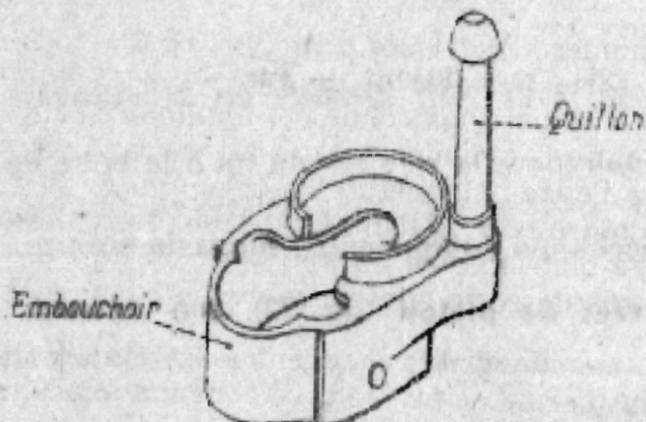

Fig. 25. — Embouchoir à quillon.
25. L'embouchoir à quillon (fig. 25), en deux pièces inseparables (embouchoir, et quillon vissé sur lui).